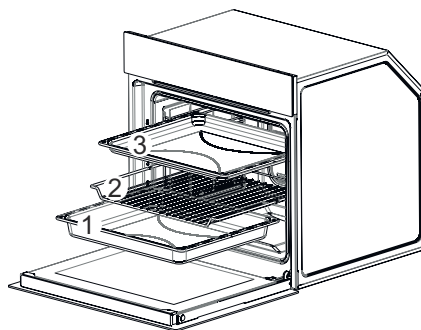

Fig. 28
- Togliere le teglie e la griglia (Fig. 28/ 1-2-3).